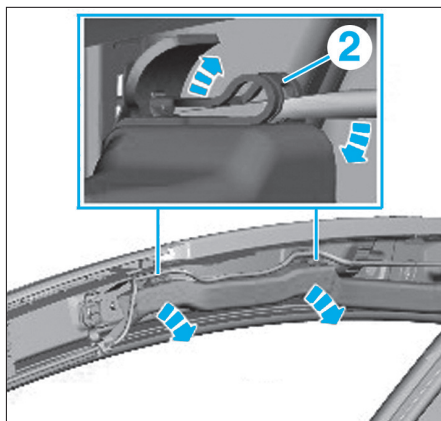

Fig. 13
• A l'aide d'un tournevis plat, dégager l'airbag rideau de l'agrafe (2) (Fig.13).